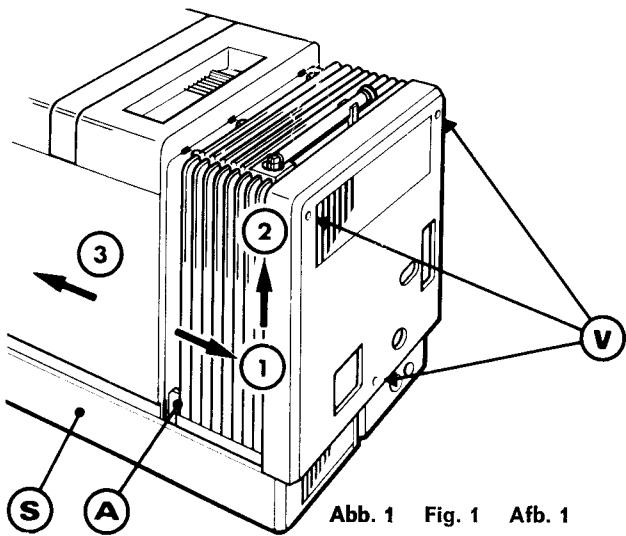
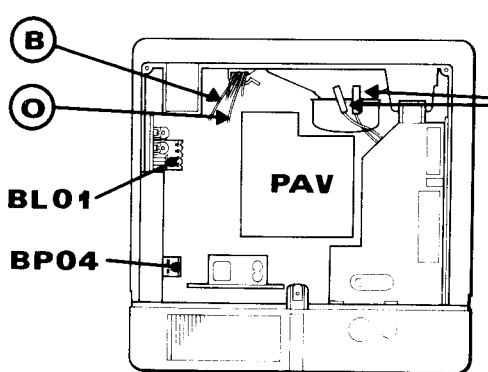

Abb. 1 Fig. 1 Afb. 1
Abb. 2 Fig. 2 Afb. 2
- Den Unterteil ⑤ festhalten und gleichzeitig das Gehäuse ③ nach vorn (Abb. 1) schieben, anheben und nach hinten kippen.
- Remove the 3 screws „V“ (figure 1).
- Pull the rear section out approximately 1 cm → ① in order to release the tab ② then lift to release the tab ③.
- Disconnect (figure 2): ● the 2 loudspeaker wires HP, ● the line scan connector BL 01, ● the degaussing coil connector BP 04.
- While holding the base ④, push the unit forward → ⑤ (figure 1) and lift it. Tilt it towards the rear.
- Release the 2 frame deflection interconnection wires-connector BF 01 – from the attachment located near the loudspeaker: white wire ⑥ and orange wire ⑦ (figure 2).
- Retirer les 3 vis „V“ (figure 1).
- Tirer la partie arrière sur environ 1 cm → ① de façon à décrocher la languette ② puis soulever pour retirer cette pièce ③.
- Débrancher (figure 2): ● les 2 fils HP, ● le connecteur boucles de démagnétisation BP 04.
- Tout en maintenant le socle ④ pousser le coffret vers l'avant → ⑤ (figure 1) et le soulever. Lui imprimer un mouvement de bascule vers l'arrière.
- Dégager les 2 fils de liaison déviateur trame-connecteur BF 01 de l'attache située près du HP, fil blanc ⑥ et fil orange ⑦ (figure 2).